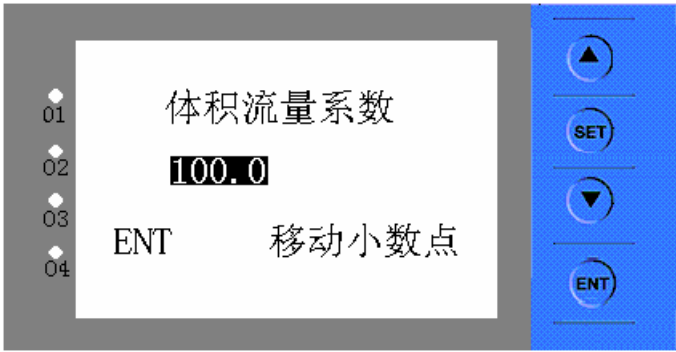

图 8： 比例系数设定画面
**10、 比例系数设定：**比例系数设定画面如图 8 所示。